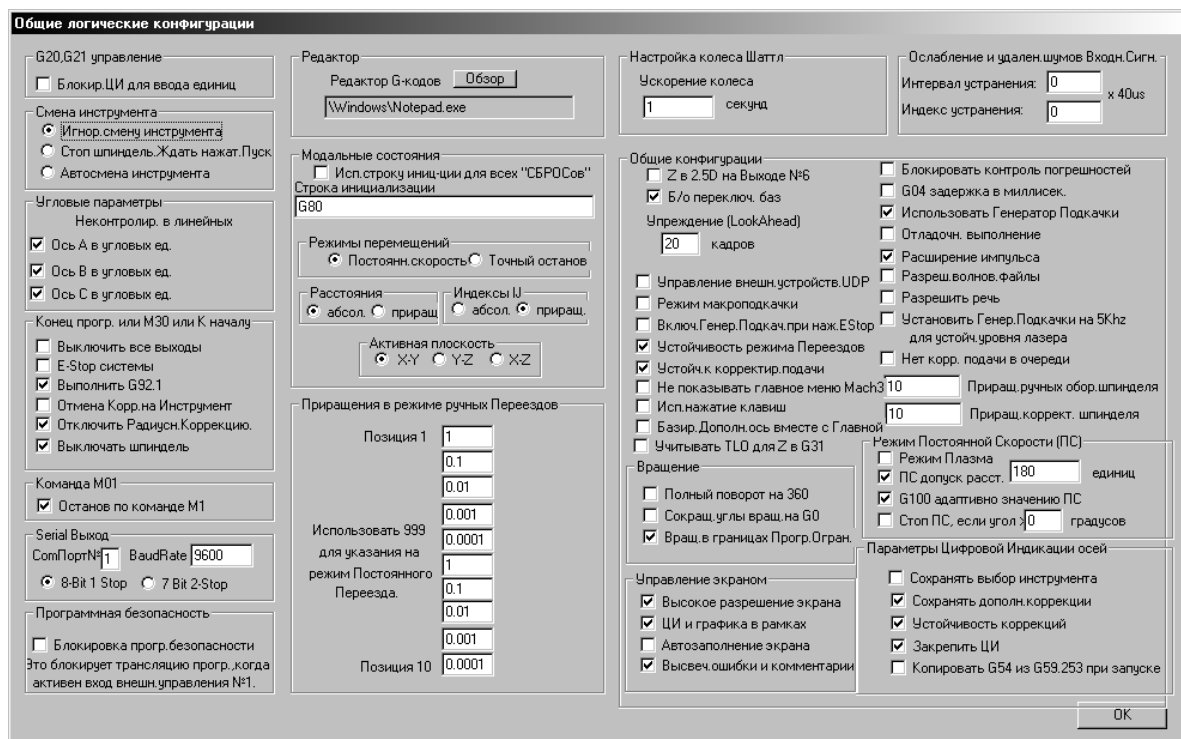

Рис. 21. Окно Общие конфигурации.
8. Зайти в меню **Конфигурации – Общие конфигурации** (Рис. 21). Установить параметры согласно рисунку.